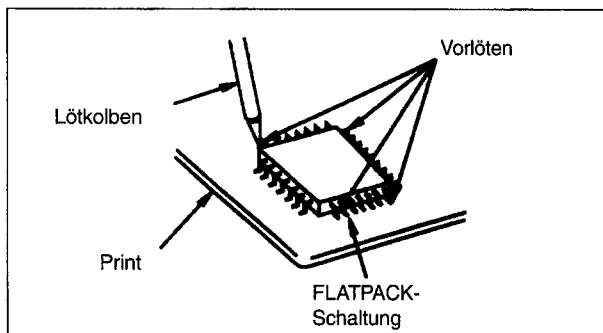

Abb. 1-26
- Die Markierung „•“ auf der Flatpack-Schaltung kennzeichnet Pin 1. Diese Markierung muß mit dem Kontakt 1 auf dem Print übereinstimmen. Löten Sie die vier Ecken der Schaltung an (siehe Abb. 1-26).